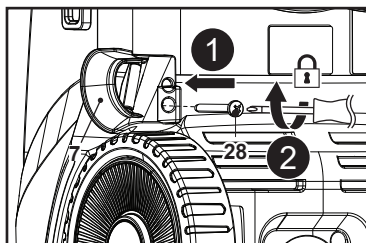

Fig. 2
Alinee el orificio de montaje de la guía de manguera (7) con su soporte en la máquina y, a continuación, utilice un destornillador de estrella adecuado (no suministrado) para fijar la conexión con el tornillo (ST4,8 x 16 con cabeza de tornillo grande) (28) (Fig. 2, pasos 1 y 2).